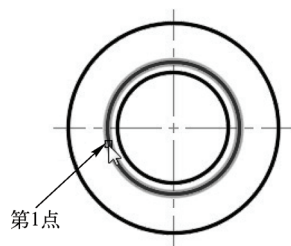
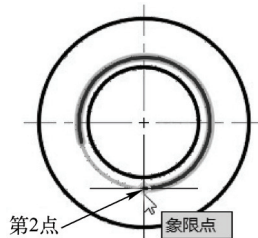

图 8-80 选择第 1 点
图 8-81 选择第 2 点
7) 打断对象。在功能区的“默认”选项卡中单击“修改”→“打断(在两点之间打断选定的对象)”按钮，选择图 8-80 所示的第 1 点，接着选择图 8-81 所示的第 2 点，则从第 1 点逆时针到第 2 点之间的圆弧被打断掉。